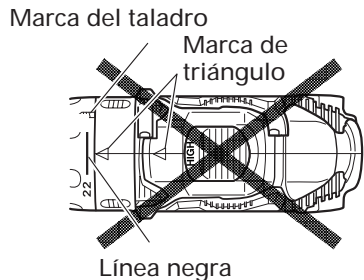

Fig. 24
- No utilice la unidad con el número de la tapa en “22” y la línea negra en el medio de la marca de taladro. Si lo hiciese, se podrían producir daños. (Consulte la Fig. 24)